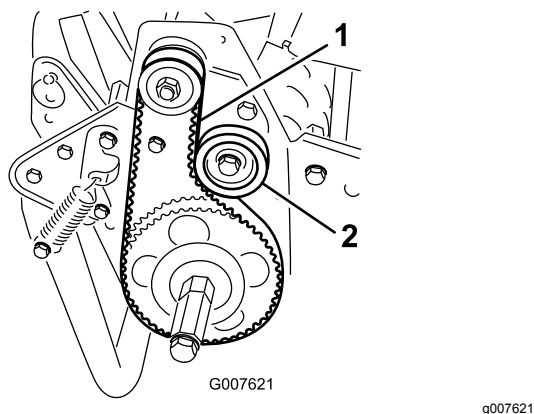

図 39
- プーリー間の中央部で 図 39、18-22 N (1.8-2.3 kg) 程度の力でベルトを指で押して張りを点検する。
- アイドルプーリー固定ナットをゆるめ、プーリーをベルトの背に押しつけて、適当な張りを出す 図 39。